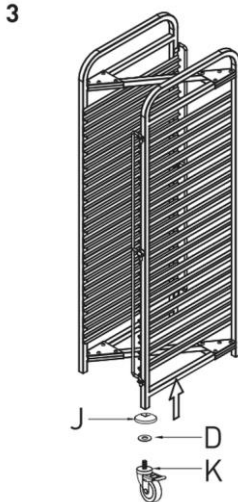

Abb. 3
Befestigen Sie die vier Lenkrollen (K) und (L) unten an den Seitenteilen. Legen je eine Unterlegscheibe (D) auf jede Lenkrolle und schrauben Sie diese in die Vierkantrohre der Seitenteile (Abb. 3).